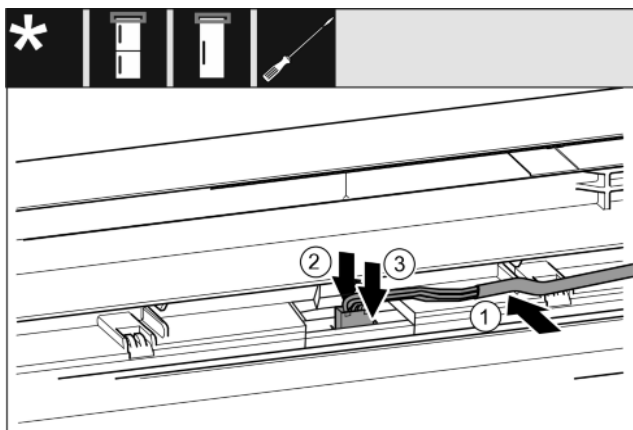

Fig. 35
- ▶ Šedý kabel vložte do vedení v horních dvířkách. Fig. 35 (1)
- ▶ Západku zatlačte dozadu Fig. 35 (2)
- ▶ Zaklapněte zástrčku. Fig. 35 (3)